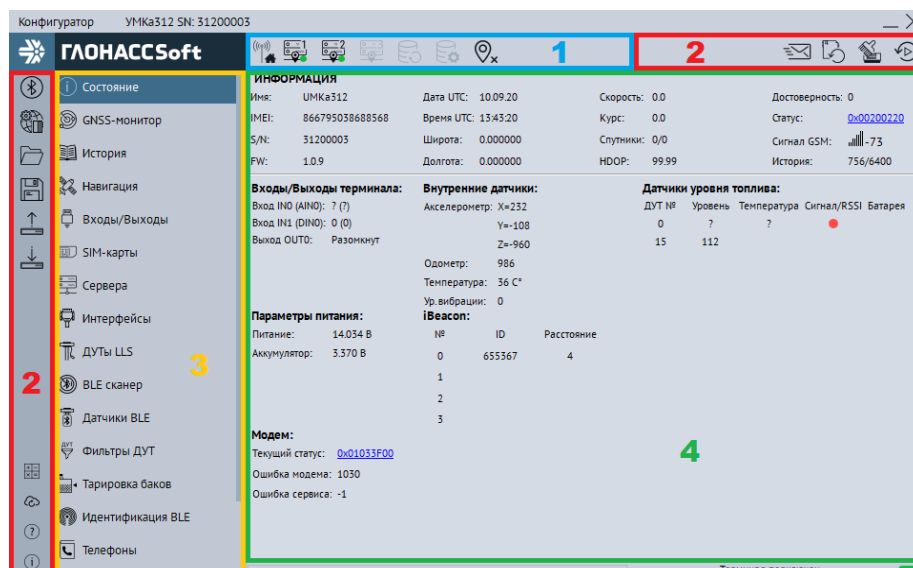

Рисунок 3.9 Стартовое окно «Состояние»
Для запуска приложения, перейдите в «Пуск» → «Все программы» → «Конфигуратор УМКаЗХХ». Откроется стартовое окно конфигуратора (Рисунок 3.9 ), которое условно можно разделить на четыре зоны: Панель статуса (1), панели инструментов (2), дерево настроек (3) и окно отображения информации (4).
Для просмотра и редактирования настроек терминала воспользуйтесь вкладками настроек (Рисунок 3.9 ). При нажатии на вкладку в окне отображения информации можно посмотреть соответствующие значения и настройки и отредактировать их.
На вкладке «Состояние» (Рисунок 3.9 ) отображается общая информация о терминале, состояние входов/выходов терминала, внутренних и внешних датчиков.